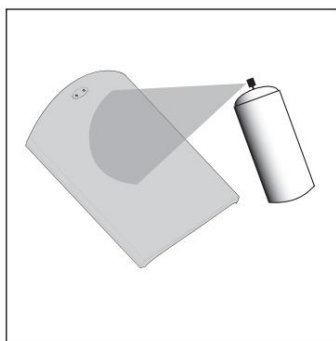

FIGURA 9: Vopsiți grătarul. Aplicați straturi subțiri de vopsea spray. Nu blocați găurile grătarului cu vopsea.
2. Culoarea finală trebuie aplicată numai după ce stratul de bază s-a uscat complet [figura 9].
2. Folosind vopsea spray, aplicați două straturi subțiri de culoarea de finisare [figura 9]. Pentru a vopsi folosind un compresor și un pistol de vopsit, utilizați setarea pentru o pulverizare mai fină și mai difuză. Aveți grijă să nu umpleți găurile din grătar cu vopsea.